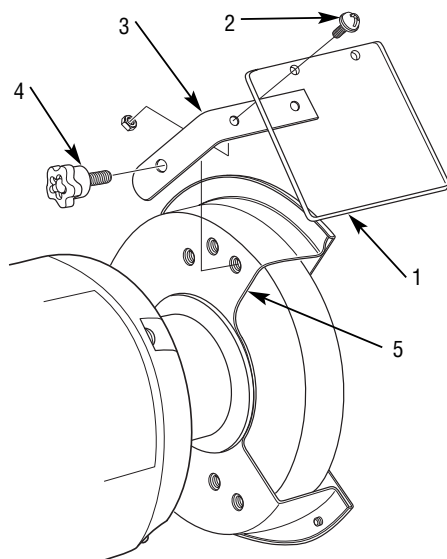

FIGURE 3. INSTALLATION DES PARE-ÉCLATS
Les **pare-éclats** empêchent la projection des étincelles et débris dangereux de la meule, qui risqueraient d'atteindre les yeux de l'opérateur. Les pare-éclats peuvent être montés sur différentes positions, en fonction de la préférence de l'opérateur. Voir la figure 3.
1. Installer les pare-éclats (1) en plastique transparent sur leurs supports de montage (3) à l'aide des vis (2), comme illustré à la figure 3.
2. Installer le pare-éclats et son support dans l'un des trois trous de montage de la garde de meule (5), au moyen du bouton de réglage (4).